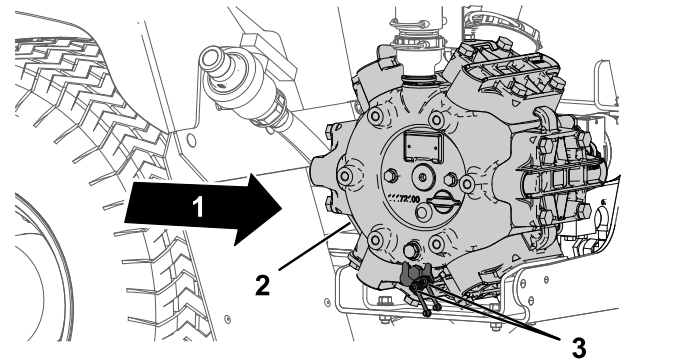

Figura 61
1. Limpe os 2 bocais de lubrificação remotos (Figura 61).
2. Introduza o lubrificante no bocal de lubrificação remoto (Figura 61).